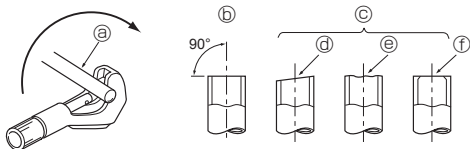

Fig. 5-3
5.2.1. Rezanje cijevi (Fig. 5-3)